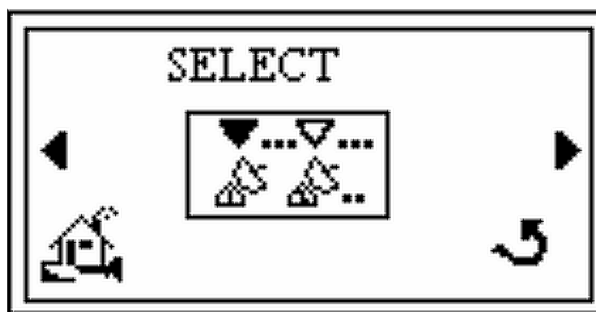

図 2-21 Select 画面
4. **Enter** を押すと *Select* 画面が表示されます (図 2-21)。